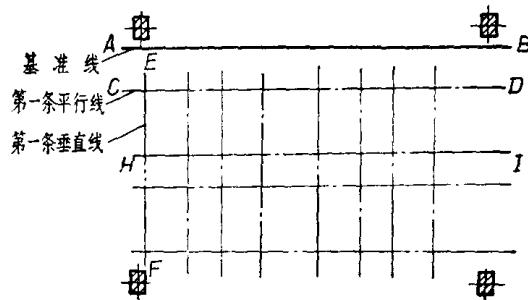

图5 平行线和垂直线
2. 垂直线及平行线：弹好了基准线，就可按照排车图上车脚螺栓中心连结线的位置，弹出第一条平行于基准线的车脚螺栓中心线CD，如图5所示。作CD线的垂线EF，它就是另一方向的第一条车脚螺栓中心线。HI表示另一条车脚螺栓中心线。然后再顺序弹出横向和纵向的有关线条（短